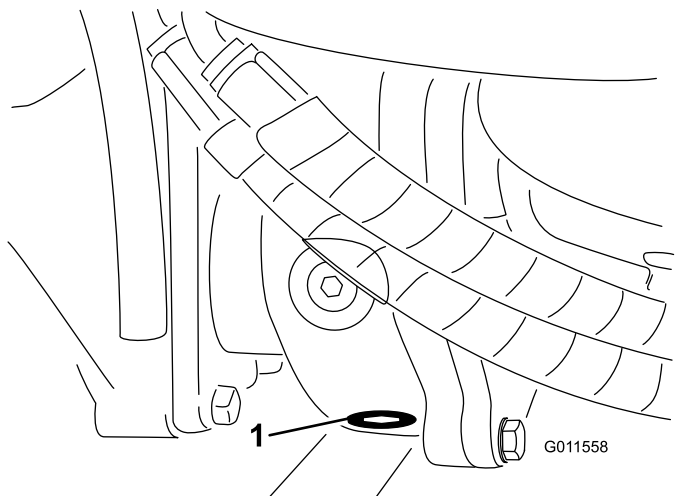

Bild 71
- Reinigen Sie den Bereich um die Ablassschraube an der Unterseite des Getriebes (Bild 71).